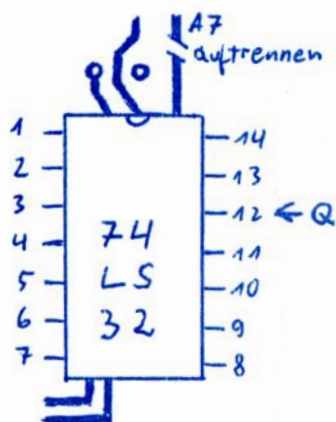
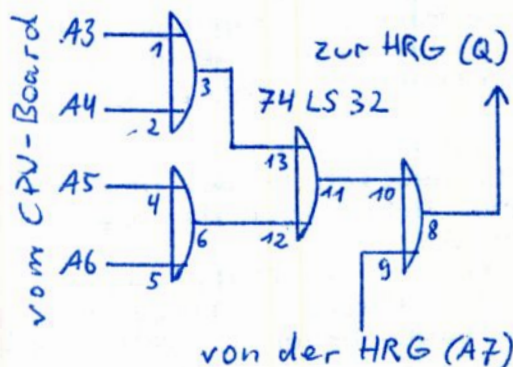
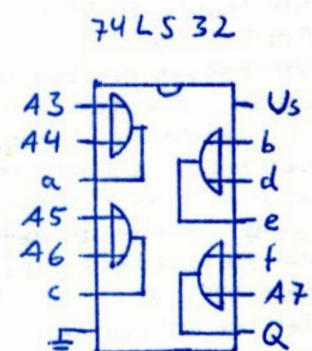
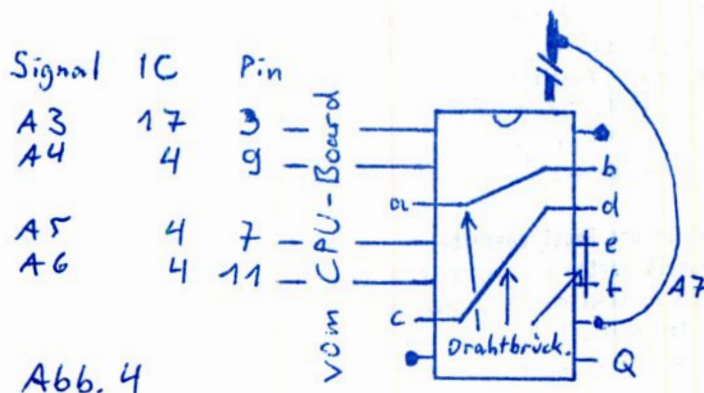

Abb. 1
Abb. 2
Abb. 3
Abb. 4
Wenn A7 aktiv ist, wenn also ein Port >128 angesprochen wird (z. B. EG 64 MBA, Drucker oder Cassettenrecorder), dann reagiert die HRG im ursprünglichen Zustand nicht. Dasselbe muß auch für die Adreßleitungen A3-A6 gelten, um auch die Ports 8-127 freizubekommen. Mit einem ODER-Gatter vom Typ 74LS32 (viermal ODER, Abb. 3) ist es leicht möglich, alle Leitungen von A3-A7 miteinander logisch zu verknüpfen (Abb. 2). Wenn eine von ihnen aktiv ist (Ports 8-255), dann rührt sich die HRG nicht.
Abb. 1 zeigt dieses IC, allerdings kopfstehend, um das Abzählen der Pins zu erleichtern. Die Pinnummern sind eingetragen. Die Leiterbahnen, die auf der Bestückungsseite unter dem IC hindurchführen, sind zur leichteren Orientierung ebenfalls zu sehen. Die rechte obere davon führt das Signal A7. Sie muß für diese Manipulation mit einem scharfen Messer durchtrennt werden.
Auch am zusätzlichen ODER-Gatter müssen ein paar Vorbereitungen getroffen werden. Außer den Pins 7 und 14 (gem. Abb. 1) werden alle Beinchen waagerecht hochgebogen. Zwischen den Anschlüssen 3 und 13 (Punkte a und b in Abb. 3 und 4), 6 und 12 (c und d) und 10 und 11 (e und f) werden Drahtbrücken gelötet. Außerdem werden an den Pins 8 und 9 (Q und A7) ca. 3 cm lange Kabelstücke angelötet, die später mit dem 74LS32 auf der HRG-Platine und der unterbrochenen Leiterbahn zu verbinden sind. In Abb. 4 sind die Brücken zu sehen.
Mit vier Kabeln oder einem vieradrigen Flachbandkabel von geeigneter Länge (bei meinem Drahtverhau ca. 10 cm) werden nun die vorher unberücksichtigten Adreßsignale gem. Abb. 4 mit dem neuen 74LS32 verbunden. Je nach der Bequemlichkeit des Lötens können diese Signale übrigens in beliebiger Reihenfolge an die Pins gelegt werden.
Nachdem diese Vorarbeiten erledigt sind, wird nun der neue 74LS32 mit den Pins 7 und 14 (Masse und +5V) huckepack auf den 74LS32 des HRG-Boards gelötet. Der Anschluß 9 (A7) wird wie in Abb. 4 mit der durchtrennten Leiterbahn verbunden. Damit sind alle für die HRG nicht benötigten Adreßleitungen dem ODER-Gatter zugeführt. Das Ergebnis ihrer Ver-
knüpfung liegt am Ausgang Pin 8 an (Q). Das dort vorbereitete Kabelstück wird nun zuletzt mit dem Anschluß 12 des darunterliegenden 74LS32 (Abb. 1) verlötet.